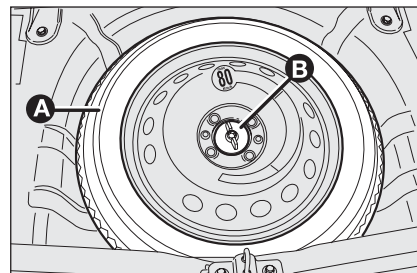

fig. 10
**AVVERTENZA** La ruota sostituita va posizionata nel bagagliaio sotto il tappeto di rivestimento come illustrato in fig. 10.